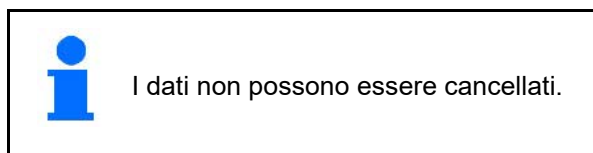

Fig. 71
- Aprire la modalità 1 (vedere Fig. 71).